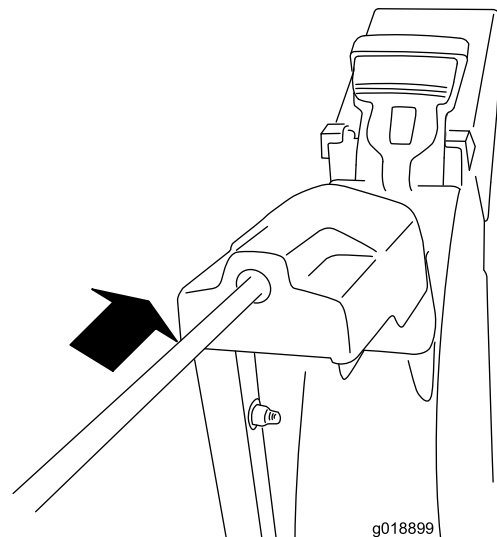

Bild 10
2. Setzen Sie das vordere Ende der Stange in die Öffnung hinten an der Getriebeabdeckung des Auswurfkanals, bis es in das Auswurfkanalgetriebe gleitet (**Bild 10**).